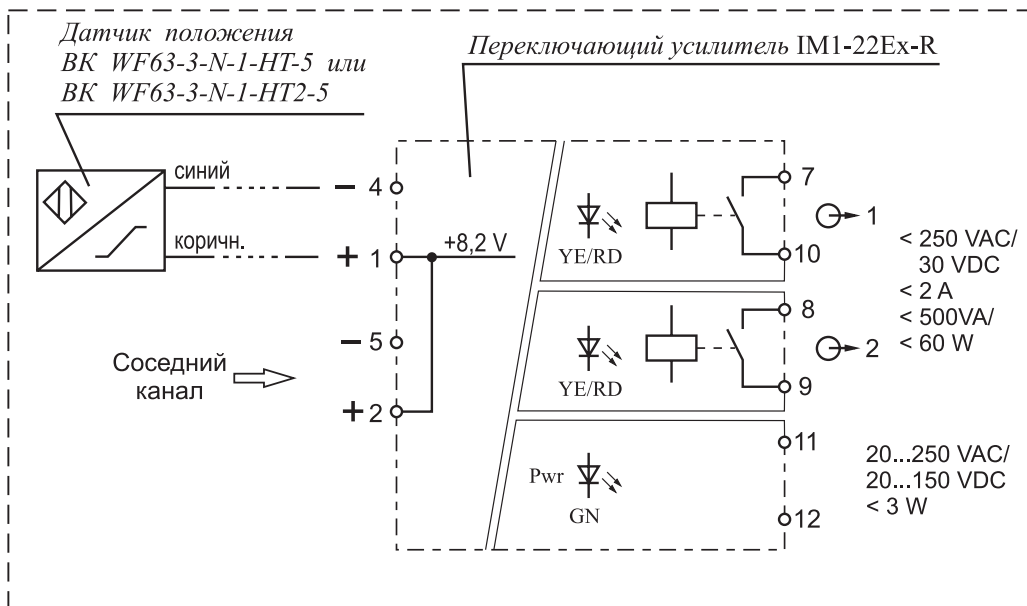

Рис. 1-5
20. Электрический монтаж датчика положения для клапанов во взрывозащищенном исполнении производите в соответствии со схемой рис. 1-5. Датчик положения имеет специальный уровень взрывозащиты (маркировка 0ExiaIICT6). Длина кабеля, поставляемого с датчиком составляет 5 м.
В комплекте с клапаном во взрывозащищенном исполнении с датчиком положения поставляется переключающий усилитель IM1-22Ex-R производства фирмы “Turck” (Германия). Схема подключения переключающего усилителя к датчику положения во взрывозащищенном исполнении приведена на рис. 1-5.
Переключающий усилитель IM1-22Ex-R является двухканальным устройством. В случае выхода из строя одного из каналов переключающего усилителя произведите переподключение датчика положения на другой (соседний) канал. Съем сигнала с усилителя производите с выхода соседнего канала (см. рис. 1-5 и руководство по эксплуатации на переключающий усилитель).